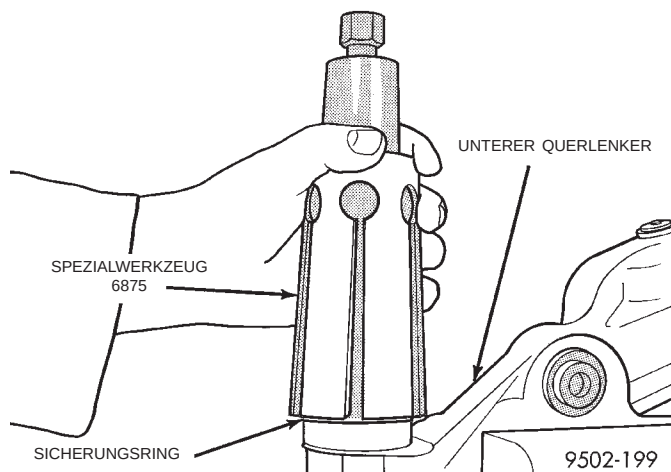

Abb. 110 Sicherungsring der Dichtung einbauen
(6) Mit der dehnbaren Hülse den Sicherungsring über den Konus des Spezialwerkzeugs 6875 schieben (Abb. 110).